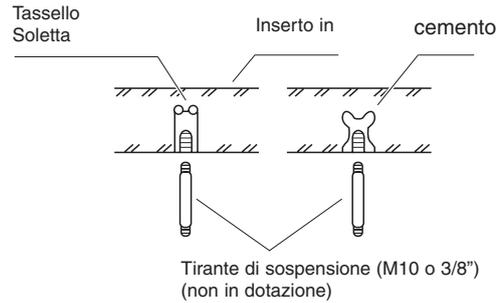

Fig. 3-58
- Inserire i tiranti di sospensione come illustrato nella fig. 3-58
- (2) Avvitare i tiranti di sospensione, permettendo loro di sporgere dal soffitto come mostrato nella fig. 3-58. (Tagliare il materiale del controsoffitto, se necessario).